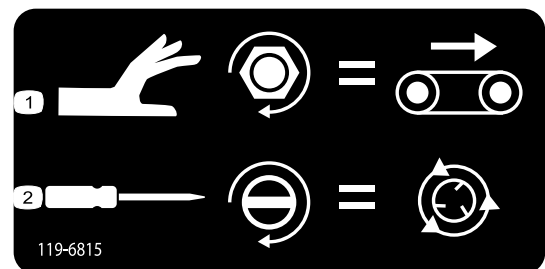

Figura 44
- Para ajustar la velocidad del Suelo (Figura 44), gire el pomo en el sentido de las agujas del reloj. Utilice la velocidad máxima del suelo del sistema operativo codificado por colores si no dispone de flujo hidráulico. Este ajuste resulta de utilidad si la tolva está llena de arena.
- Para ajustar la velocidad de los rotores (Figura 44), utilice un destornillador con cabezal plano para aumentar la velocidad de los rotores, girando el tornillo en sentido horario o para reducir la velocidad de los rotores, girando el tornillo en sentido antihorario.